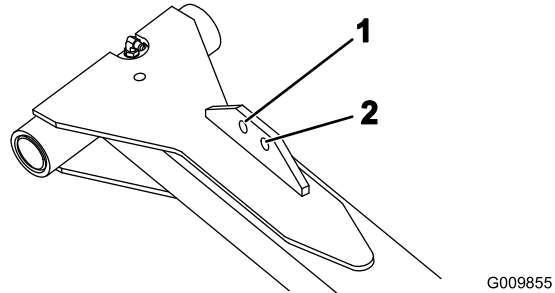

Bild 7
8. Befestigen Sie das andere Ende der Hubkette mit den Lastösenbolzen und den Splints am Loch in der Hubarmbefestigungsnase. Verwenden Sie das entsprechende Loch im Hubarm, siehe Bild 7.